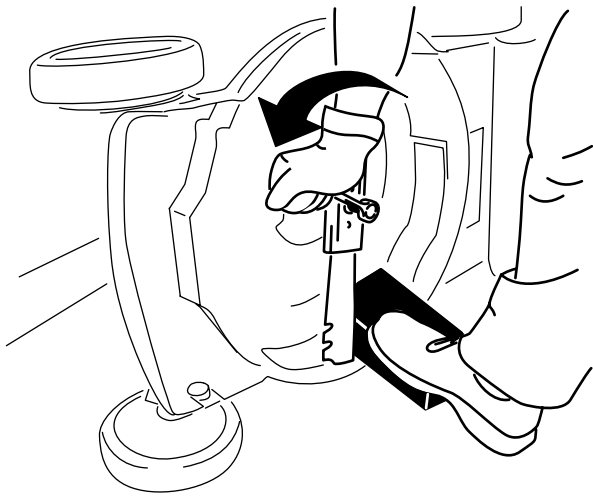

Figure 31
3. Immobilisez la lame avec un morceau de bois (Figure 31).
4. Déposez la lame mais conservez les fixations (Figure 31).